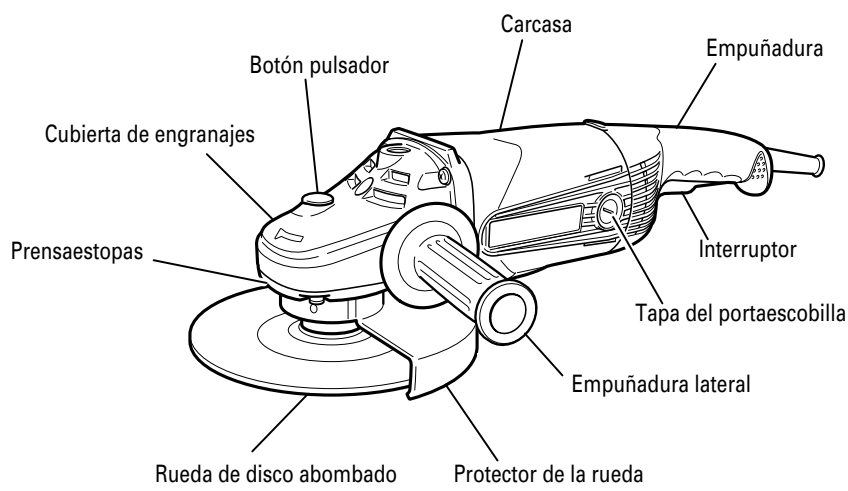

Fig. 1
1. Sujete firmemente la amoladora mediante su empuñadura y el asa lateral (Fig. 1)